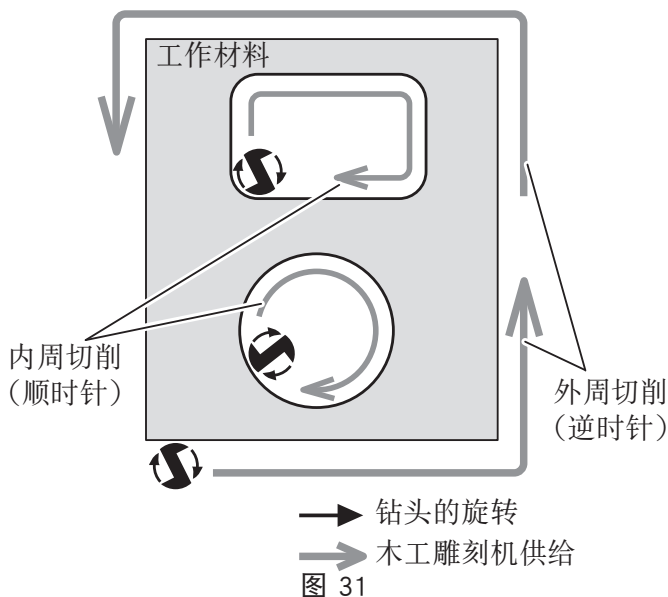

图 31
- (2) 钻头顺时针旋转（基座上标示的箭头方向）。要取得最大的切割效率，请遵照图 31 所示的方向送入木工雕刻机。